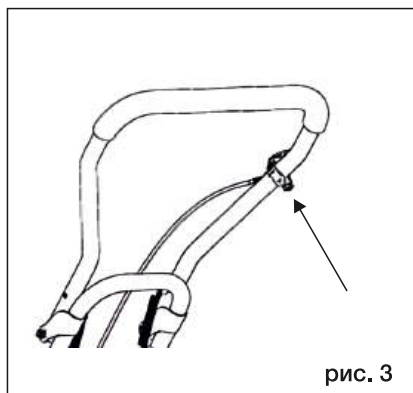

рис. 3
4. Закрепите кабель рычага дросселя с помощью кабельных хомутов (рис.3).
ВНИМАНИЕ! Не пытайтесь установить рычаг газа на рабочей рукоятке как можно выше, не допускайте чрезмерного натяжения троса газа. Это может привести к его неправильной работе и преждевременному выходу из строя (рис.3).